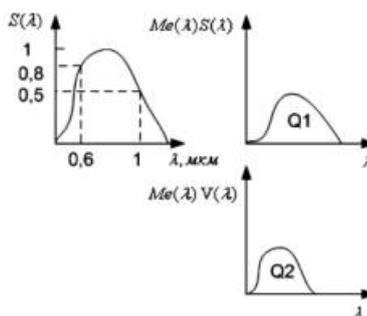

Рис. 1. Спектральные характеристики приёмника
1. Спектральная характеристика приёмника приведена на рис. 1. Определить силу фототока, вырабатываемого фотоприёмником, при попадании на его светочувствительную поверхность излучения от точечного источника с силой излучения  $I_v = 15 \text{ Вт} \cdot \text{ср}^{-1}$  и длиной волны  $1,06 \text{ мкм}$ . Угол падения лучей на поверхность приемника  $\varepsilon = 0$ . Источник расположен от приёмника на расстоянии  $r = 100 \text{ м}$ . Площадь светочувствительной поверхности фотоприёмника  $Q_{\text{пр}} = 100 \text{ м}^2$ . Максимальное значение спектральной чувствительности приемника  $S_{\text{max}} = 10 \text{ мА} \cdot \text{Вт}^{-1}$ .
2. На расстоянии  $r = 6 \text{ м}$  от приёмника расположен точечный монохроматический источник, излучающий на длине волны  $0,6 \text{ мкм}$ . Площадь светочувствительной поверхности приёмника  $Q_{\text{пр}} = 9 \text{ мм}^2$ , угол падения лучей на приёмник  $\varepsilon = 0$ . Максимальная спектральная чувствительность приемника  $S_{\text{max}} = 2 \text{ мА} \cdot \text{Вт}^{-1}$ , спектральная характеристика приведена на рис. 1. Определить силу излучения источника, если реакция приёмника на излучение источника  $I = 0,05 \text{ мкА}$ .